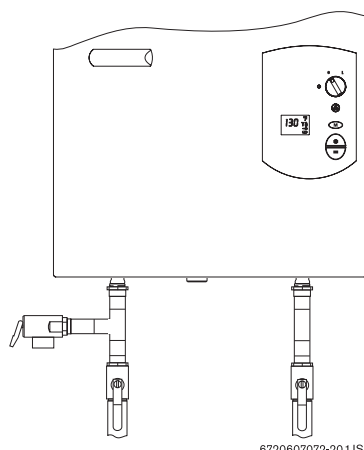

Fig. 26 Raccords de plomberie et soupape de sûreté
Si les raccordements d'eau chaude et d'eau froide sont inversés, le chauffe-eau ne fonctionnera pas. Assurez-vous qu'il n'y pas de particules en suspension ni de saleté dans la tuyauterie. Soufflez dans les conduites d'eau ou rincez-les avant de les brancher au chauffe-eau. Des valves à bille devraient être installées sur la conduite d'admission d'eau froide et la conduite de sortie d'eau chaude afin de faciliter l'entretien et la réparation du chauffe-eau (voir la Fig. 26). Si vous branchez l'appareil à un système privé de puits muni d'un réservoir sous pression, on recommande que la pression se situe entre 207 kPa et 345 kPa (30 et 50 lb/po2).
être facilement accessible aux fins de réparation ou de remplacement et se trouver aussi près que possible du chauffe-eau. Voir la Fig. 26. Pour installer la soupape de sûreté, on peut y souder un raccord approprié branché à une rallonge sur un raccord en "T" de la conduite d'eau chaude. Il faut soutenir toute la tuyauterie.
- **2.** Il faut fermer la valve à gaz en plaçant l'interrupteur marche-arrêt à la position **(0)**. Attendez cinq (5) minutes afin que tout le gaz puisse d'échapper. Si vous détectez une odeur de gaz, **ARRÊTEZ!** Suivez la directive " B " des consignes de sécurité susmentionnées. Si vous ne détectez aucune odeur de gaz, passez à l'étape suivante.
REMARQUE: Lors de l'installation initiale ou après l'exécution de travaux sur les conduites de gaz, la présence d'air dans la conduite d'alimentation du gaz peut retarder quelque peu l'allumage lorsque le robinet d'eau chaude est ouvert. Cela entraînera l'affichage d'un code d'erreur (EA) dans la fenêtre d'affichage. C'est tout à fait normal. Lorsque cela se produit, laissez couler l'eau chaude et attendez de 3 à 5 secondes, puis réinitialisez l'appareil (fig. 26, pos. 2). Attendez que le message d'erreur (EA) disparaisse. Le chauffe-eau essaiera de procéder de nouveau à l'allumage. Si le code d'erreur (EA) réapparaît, répétez le même processus jusqu'à ce que tout l'air ait été évacué.